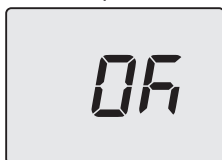

Figura 5.31
- Premendo il tasto 14 (Figura 5.25) si ottiene la conferma del valore inserito. Il display visualizzerà per 5 sec. quanto segue (Figura 5.31) poi, si porterà al livello superiore.